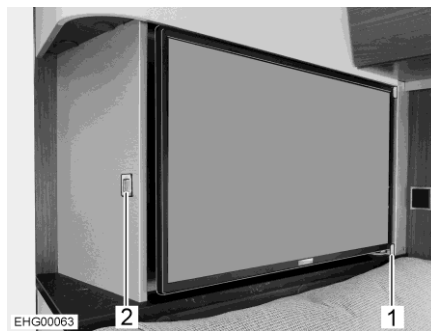

Bild 85 Flachbildschirm
Der Flachbildschirm ist seitlich mit einer Führungsschiene (Bild 85,1) gesichert.
- Entriegelungstaste (Bild 85,2) drücken.
- Flachbildschirm aus der Führungsschiene (Bild 85,1) in gewünschte Position ziehen.
- Flachbildschirm zurückschieben, bis er seitlich in die Führungsschiene (Bild 85,1) einrastet.